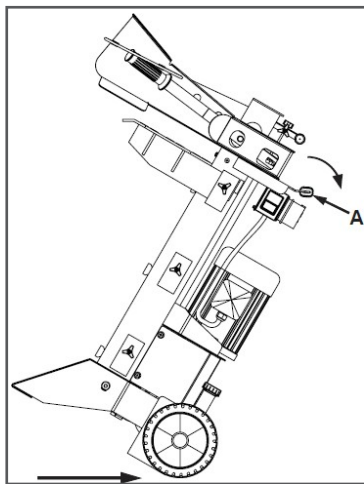

Рис.11 Перемещение дровокола
4. Открутите болт сливного отверстия и слейте масло в емкость (Рис.11).
6. Проверьте, чтобы уровень масла соответствовал верхней отметке на щупе (Рис.11).